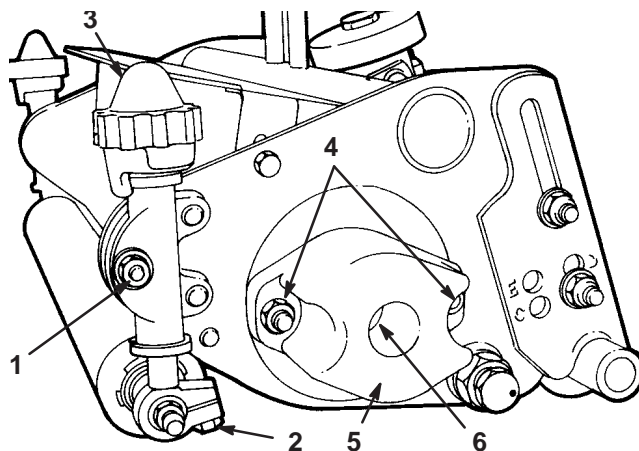

Figure 17
1. Desserrez les contre-écrous de fixation des tiges de réglage à chaque extrémité du plateau de coupe et les boulons de serrage de l'arbre du rouleau (Fig. 17).
2. Tournez les boutons de réglage de la hauteur de coupe jusqu'à ce qu'ils soient séparés des tiges de réglage de hauteur de coupe (Fig. 17). Les boutons sont retenus sur la face supérieure de la rondelle du dispositif de serrage de hauteur de coupe.
2. Le couple de frottement des roulements doit être d'environ 1 Nm (Fig. 17). Il se mesure avec une clé dynamométrique.
- A. Retirez les écrous de fixation du couvercle d'extrémité du contrepoids et déposez le couvercle des goujons de montage (Fig. 17).
- C. La clé étant en place, maintenez le cylindre immobile et serrez le gros écrou de réglage du roulement (Fig. 17). Continuez de serrer jusqu'à ce que le couple de frottement sur le cylindre soit d'environ 1 Nm.
1. Déposez le couvercle d'extrémité du contrepoids (Fig. 17).
2. Retirez le gros écrou de réglage du roulement à une extrémité de l'arbre du cylindre (Fig. 17) ainsi que l'écrou cannelé spécial à l'autre extrémité.